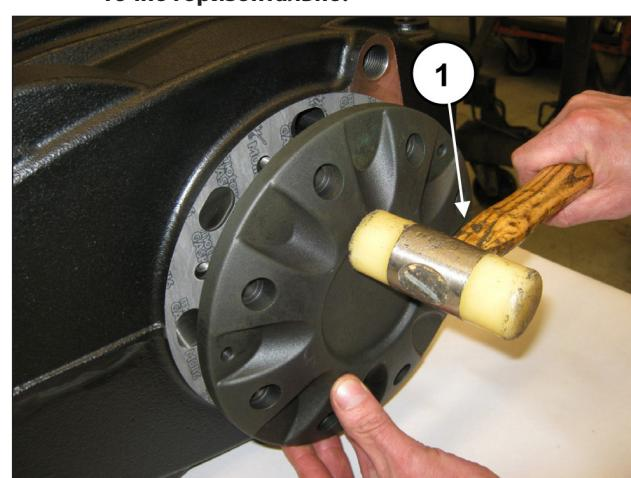

Рис. 61
Установите крышку подшипника (с соответствующим уплотнением) с помощью ударной массы (поз. ①, Рис. 61).